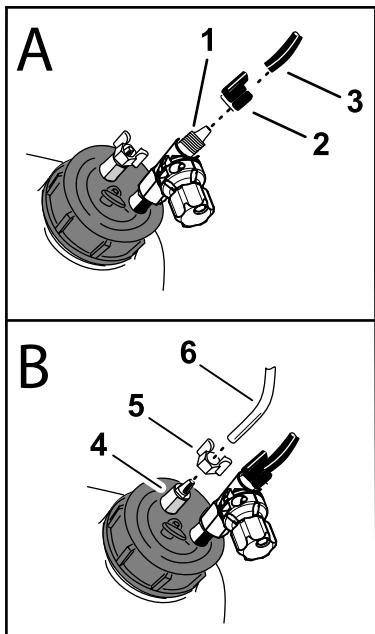

図2
- 青い圧縮ナット図2ステップ3フォーム制御バルブを取り付ける(ページ3)で外したものと、2配管の準備を行う(ページ2)で切断したタンクループバックチューブへ接続しているコンプレッサの青いチューブに取り付ける。
- キャップ搭載の制御バルブのフィッティングに青いチューブと青いナットを嵌め、ナットを手締める図2。
- タンクキャップのフィッティングから白い圧縮ナットを取り外す図2。
- コンプレッサからタンクループバックチューブの透明チューブに、白い圧縮ナットを取り付ける図2。